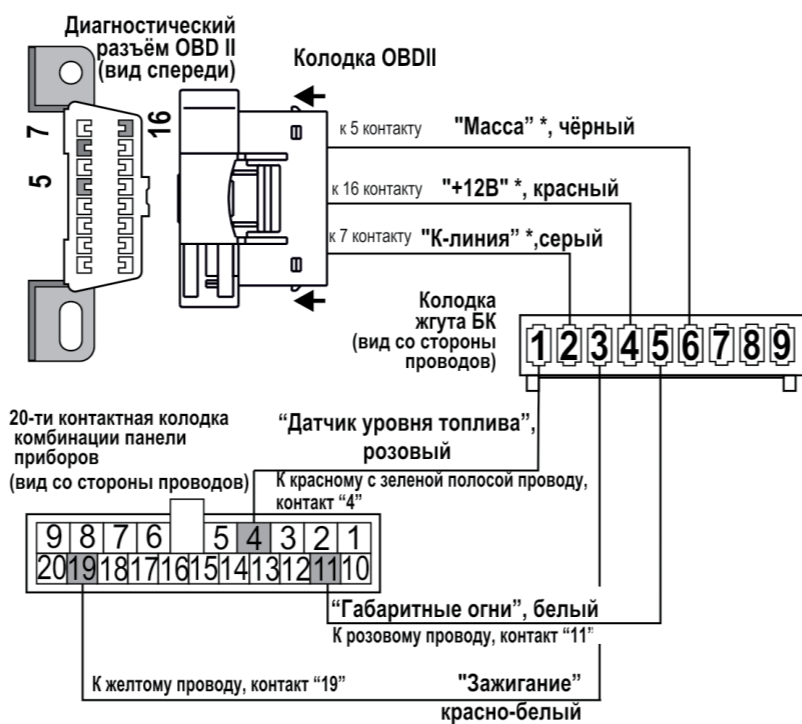

рис.16 Схема подключения к а/м Hyundai Getz (для двух двухрядных колодок комбинации панели приборов)
4.9 Соедините **красно-белый** провод "зажигание" из жгута БК с **желтым** проводом, подходящим к контакту №19 20-ти контактной колодки комбинации панели приборов. Смотри схему подключения рис.16.
4.10 Соедините **белый** провод "габаритные огни" из жгута БК с **розовым** проводом, подходящим к контакту №11 20-ти контактной колодки комбинации панели приборов. Смотри схему подключения рис.16.